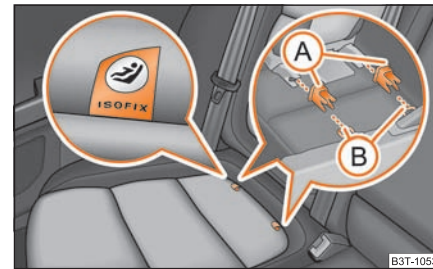

Abb. 187 Halteösen (ISOFIX-System)
gung eines Kindersitzes mit dem „ISOFIX“-System. An Sitzen, bei denen die Befestigungsösen nicht sichtbar sind, sind die Stellen mit Ösen mit Schildern mit dem Schriftzug „ISOFIX“ gekennzeichnet ⇒ Abb. 187.
- Stecken Sie die Aufnahmetrichter (A) auf die Halteösen (B) zwischen Sitzlehne und -fläche ⇒ Seite 193, Abb. 187.